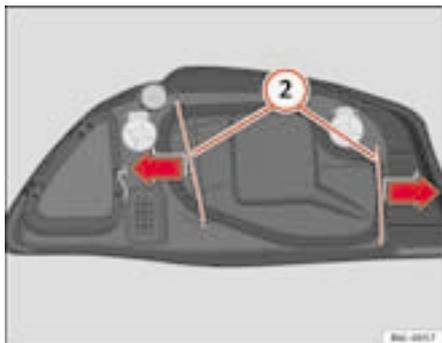

Fig. 147 Lampada abbaglianti
- Far scorrere i tiranti (2) ⇒ fig. 147 all'infuori nel senso della freccia e sfilare la chiusura.
- Riposizionare la copertura di plastica e i tiranti (2) ⇒ fig. 147.